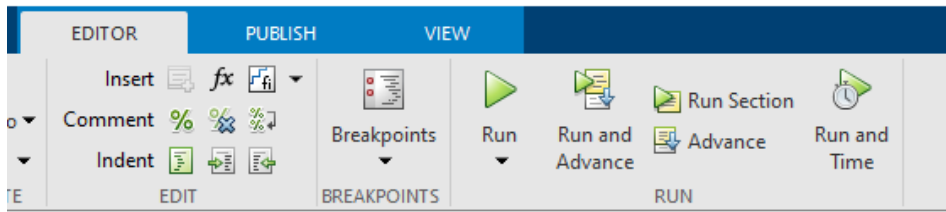

Figura 5.37: Botón de ejecución para la prueba del *script* en el sistema iiDAQ.
4. Una vez listo el programa, dar click en *EDITOR>Run* (figura 5.37).